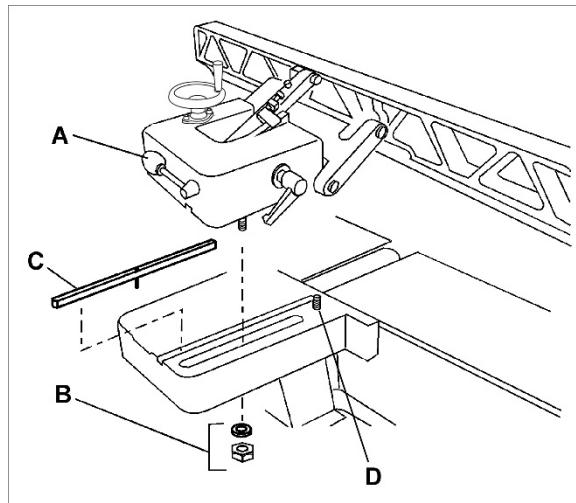

Рис. 36
См. Рис. 36.
1. Ослабьте ручку фиксации упора (A, Рис. 36) и открутите шестигранную гайку с шайбой (B), придерживая упор на кронштейне. Снимите узел упора.
2. Извлеките из кронштейна шпонку (C) и выкрутите винт с внутренним шестигранником 1/4"-20 x 1/4" (D). (Винт не дает защитной планке стола ударяться об шпонку.)
4. Прикрутите упор к кронштейну с помощью шестигранной гайки и шайбы (B), затем затяните ручку фиксации упора (A).
2. Снимите со станка узел фуговального упора (см. Рис. 36 и соответствующие инструкции).